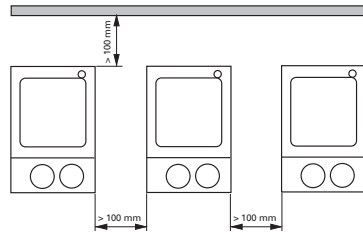

Fig. 3
- Vær opmærksom på de mindste afstande mellem apparatet og væggen over opstillingen (min. 800 mm), se fig. 3.